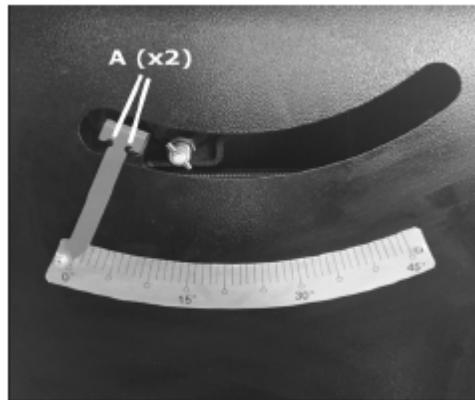

Рис. 34
3. Для регулировки стрелки ослабить винты с крестообразным шлицем (рис. 34, А), переставить стрелку и затянуть винты (для упрощения восприятия рисунка маховик снят, при выполнении регулировки снимать его не требуется).